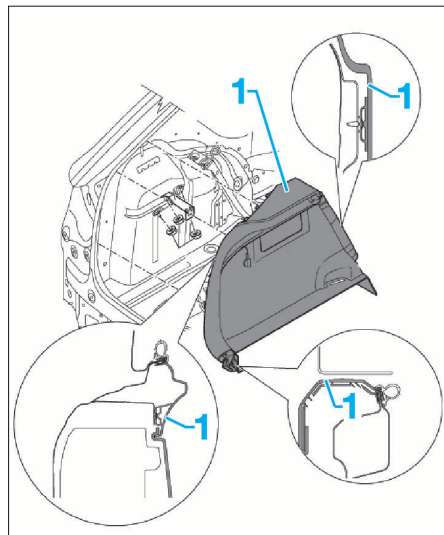

FIG. 80
- déposer les garnitures de passages de roue arrière (1) (Fig.80).